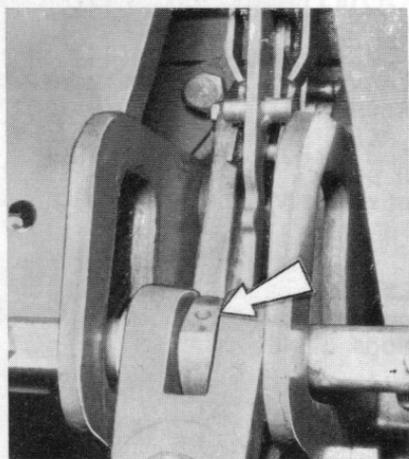

Fig. 39
- Retirer le bouchon à la partie supérieure de la bague (fig. 39).